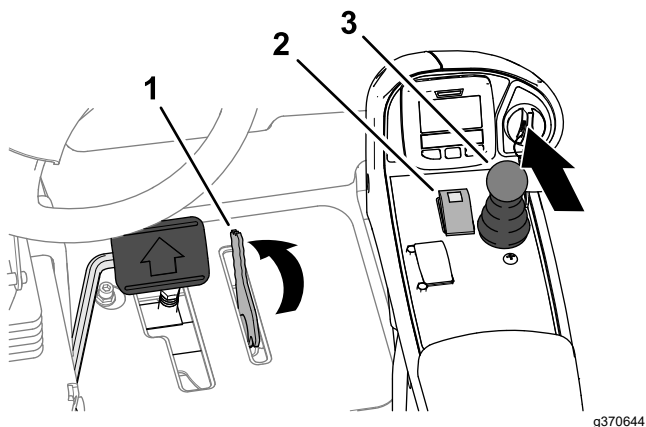

Figura 169
3. Rotii maneta limitatorului vitezei de cosit înainte, în poziția COSIT (Figura 169).